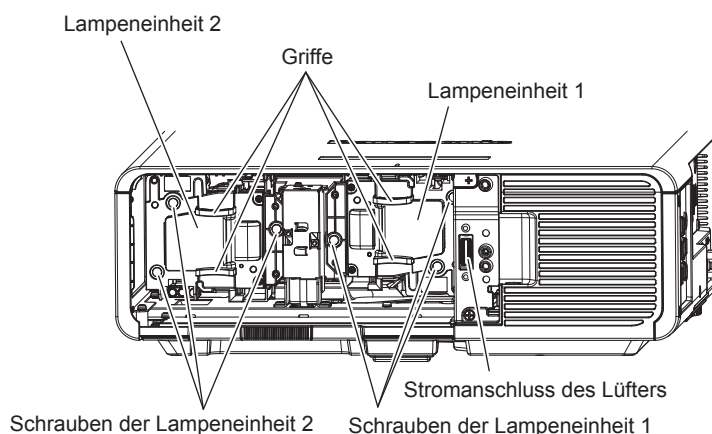

Abb. 2
- 3) **Entfernen Sie die Lampeneinheit. (Abb. 2)**